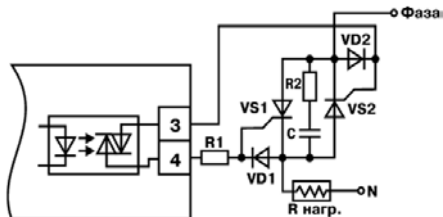

Рисунок 3.23
3.1.8.3 Оптосимистор включается в цепь управления мощного симистора через ограничивающий резистор R1 по схеме, представленной на рисунке 3.22. Величина резистора определяет ток управления симистора. Оптосимистор может также управлять парой встречно-параллельно включенных тиристоров (см. рисунок 3.23).